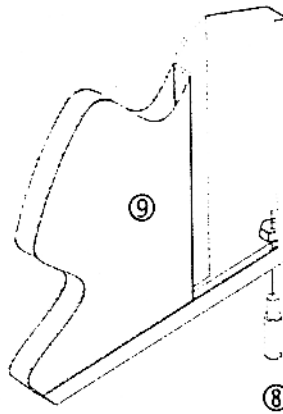

Abb. 5
4. Einsteckzapfen ⑧ oben und unten in das rechte (mit Schloß) und linke (mit Anschlagleiste) Türblatt ⑨ verschrauben (Abb. 5).